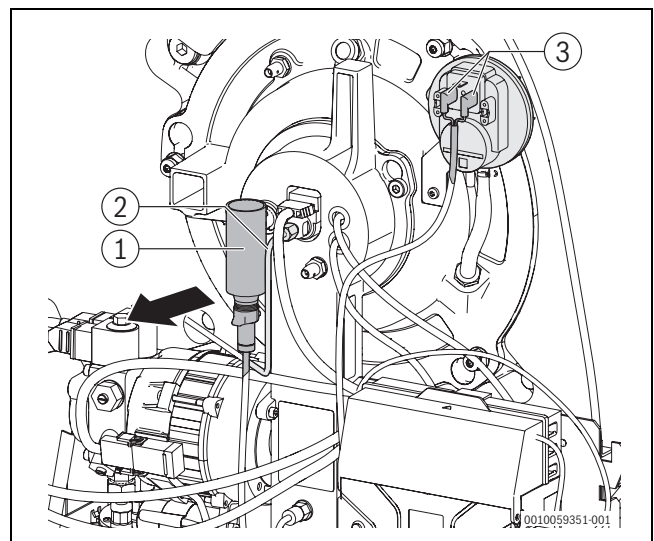

Bild 73 Ölleitung herausziehen
- Ölleitung (→ Bild 73) um ca. 5 mm herausziehen und zurück federn lassen.
- ▶ Anschlussfahnen des Anschlusskabel des ADS-Druckschalter aufstecken (→ Bild 73).
- ▶ Anschlussfäden des Anschlusskabels am ADS-Druckschalter abziehen (→ Bild 73).